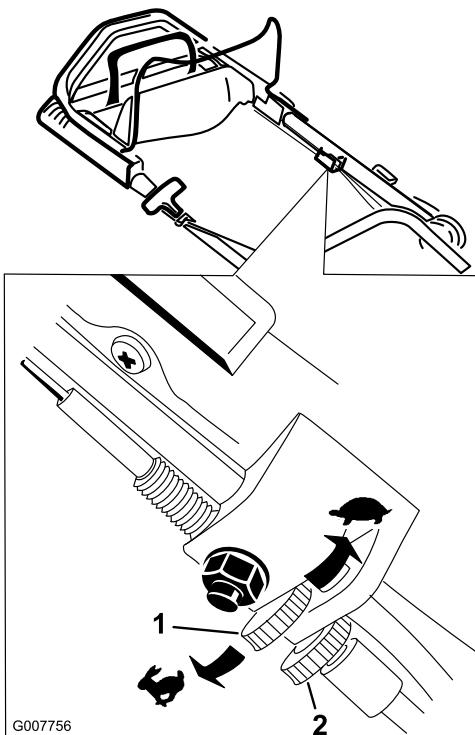

Figure 29
- Desserrez l'écrou de blocage à la main (Figure 29).